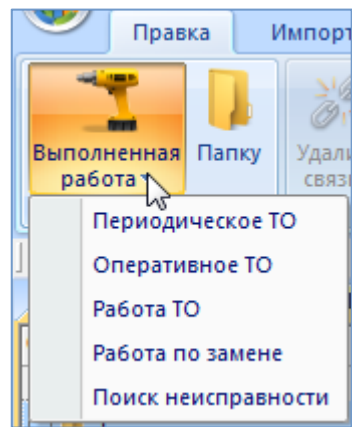

Рис. 27-3 – Панель «Создать»
- 4) Нажать кнопку «Выполненная работа» панели «Создать», выбрать наименование класса работ из выпадающего списка, например, «Поиск неисправности» (рис. 27-3).